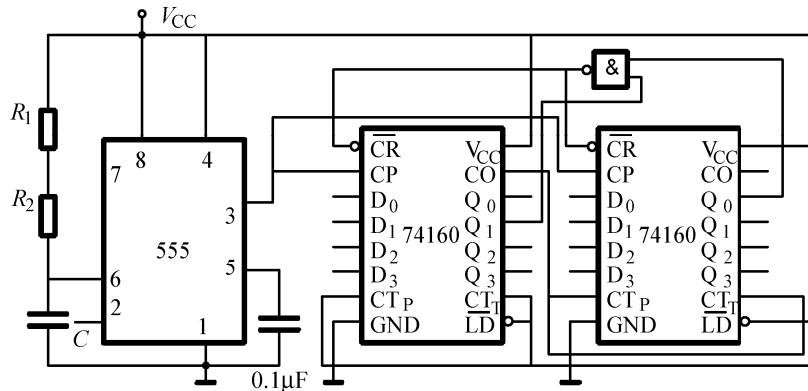

图 4-6
3. (本小题 10 分) 某同学用 EWB 进行多谐振荡器和计数器电路的仿真, 电路如图 4-6 所示,  $V_{CC}=6V$ ,  $R_1=10 k\Omega$ ,  $R_2=100 k\Omega$ , 电容  $C=2\mu F$ , 试问: